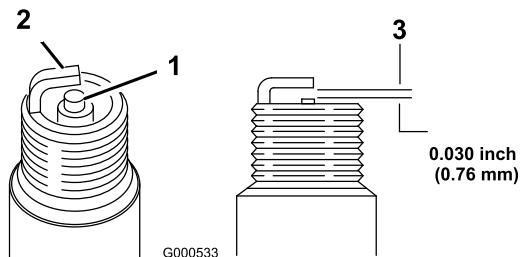

Figura 50
1. Veja a parte central das velas de ignição (Figura 50).
- Verifique a folga entre os eléctrodos central e lateral (Figura 50) e dobre o eléctrodo lateral, se verificar uma folga incorrecta.